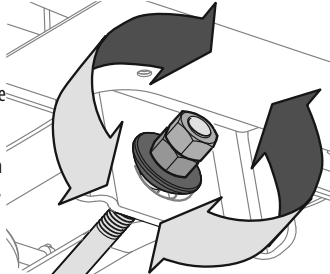

Figura 39
- Para *elevare* el frente de la plataforma, afloje la tuerca exterior y luego apriete (rosca hacia adentro) la tuerca contra el soporte de suspensión delantera. Consulte la Figura 39. Cuando se logre el torque correcto, vuelva a apretar la tuerca exterior hasta 25-30 pies-libras (34-40.7 N-m).
- Para *bajar* el frente de la plataforma, afloje la tuerca exterior y luego afloje (rosca hacia afuera) la tuerca interior, alejándola del soporte de suspensión delantera. Consulte la Figura 39. Cuando se logre el ajuste correcto, vuelva a apretar la tuerca exterior.